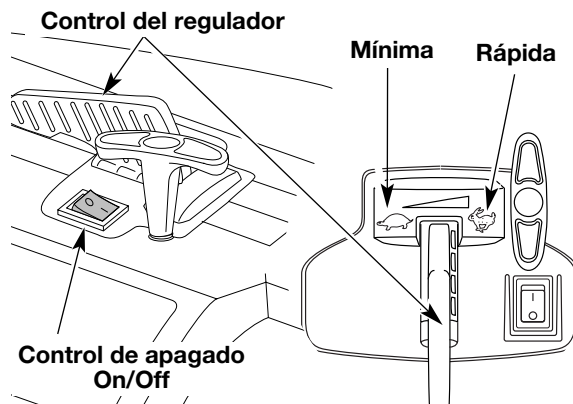
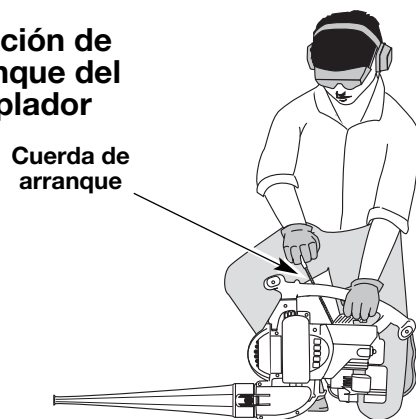
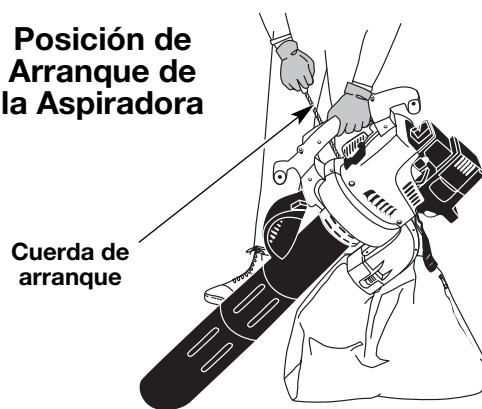

Fig. 10
Fig. 12
Fig. 13
ADVERTENCIA: Evite los arranques accidentales. Esté en posición de arranque cuando hale la cuerda (Fig. 12 y 13).
3. Ponga la unidad en la posición de arranque (Fig. 12 o Fig. 13). Coloque el control del regulador en la posición de mínima (☛) (Fig.10).